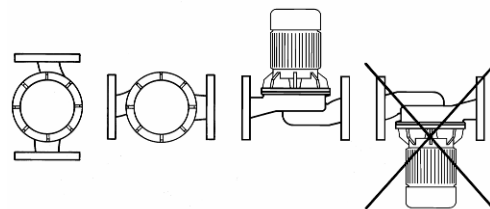

Fig. 1 Pumpeorientering
1. Pumpen skal installeres som vist på Fig. 1. Pumperetningen er vist med en pil på pumpehuset.